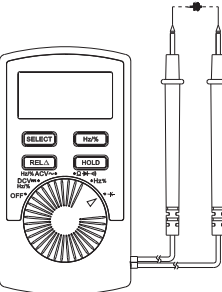

Рисунок 7
5. 6. Измерение емкости (см. Рис. 7)